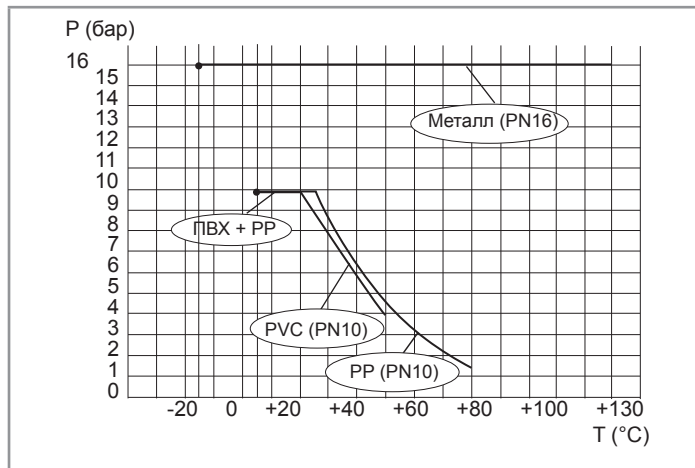

Рис. 2: Кривые зависимости давления / температуры жидкости для фитингов и переходников S022
- Учитывайте зависимость давления/температуры жидкости для материалов, из которых изготовлены применяемые фитинги или переходники (см. рис. 2), а также измерительное устройство (см. соответствующее руководство по эксплуатации).